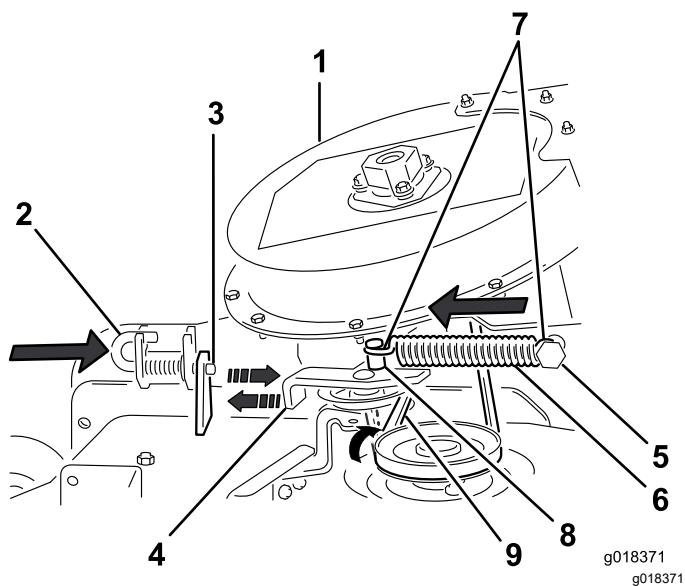

Figura 30
- Enrute la correa provisionalmente por debajo de la polea tensora (Figura 30).
- Mueva el brazo tensor pivotante hacia el anclaje fijo del muelle e instale el muelle colocando el gancho del muelle en el anclaje del brazo tensor (Figura 30).
- Aleje la polea tensora del anclaje fijo del muelle, y enrute la correa alrededor de la polea de la carcasa de corte (Figura 30).